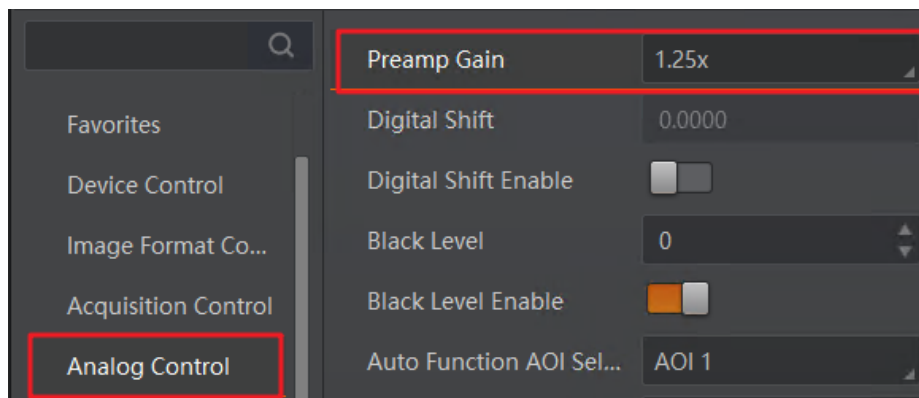

图11-24 模拟增益设置
- *Preamp Gain*: 通过 *Analog Control* 属性下的 *Preamp Gain* 参数进行设置，可查看当前相机支持的模拟增益大小，如图 11-24 所示。